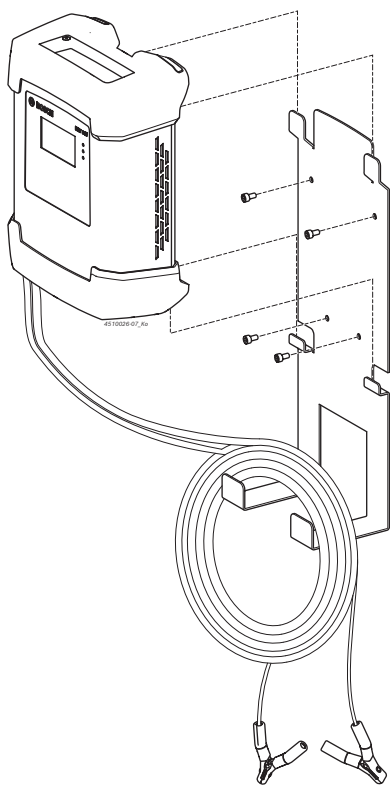

Fig. 2: BAT 645 cu suport de perete
**I** Cele patru picioare de susținere ale BAT 645 trebuie să fie suspendate întotdeauna în partea superioară și inferioară a suportului de perete. Cablurile de încărcare și cablul de rețea pot fi suspendate la nivelul suportului de perete (vezi fig. 2).